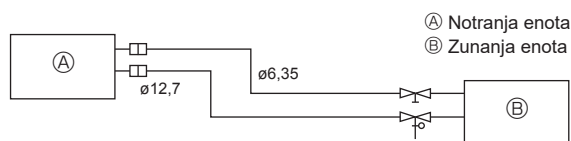

Fig. 5-2
(1) Spodnja tabela prikazuje specifikacije cevi, ki so na voljo na tržišču. (Fig. 5-2)